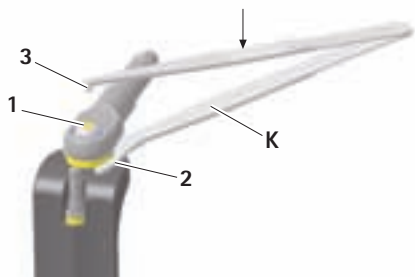

Fig. 5
- Empurrar a boca **2** da pinça **K** por debaixo do acoplamento e pressionar com o pino da pinça **3** sobre o perno **1** da lâmina **D**, ver Fig. 5.